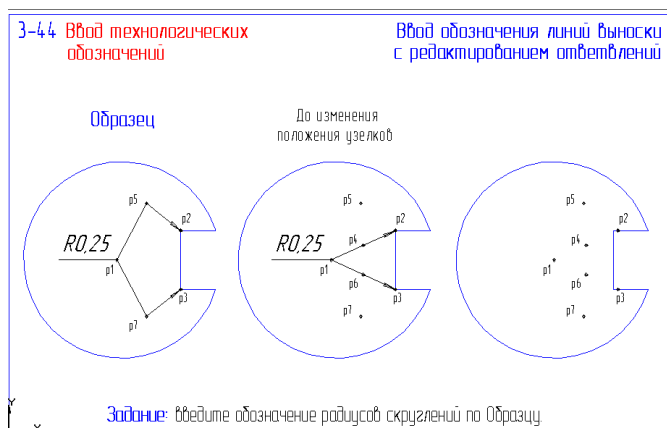

Рис. 58
51. Откройте файл фрагмента 3-44 (рис. 58).